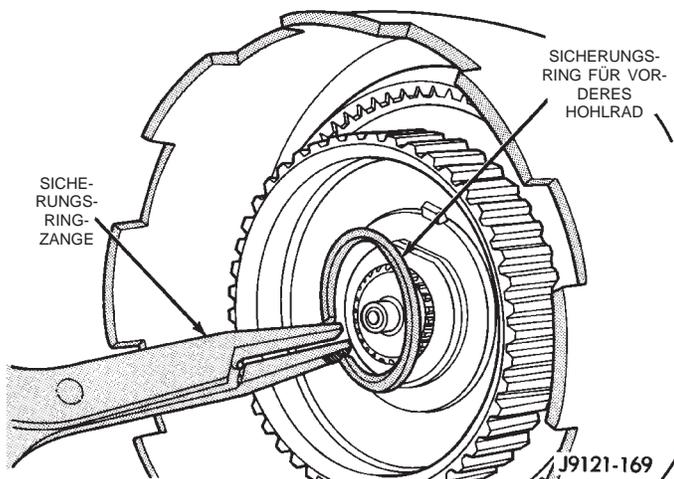

Abb. 162 Sicherungsring für vorderes Hohlrads montieren
(20) Sicherungsring für vorderes Hohlrad montieren (Abb. 162). Hierzu eine Sicherungsringzange verwenden, um zu vermeiden, daß der Sicherungsring bei der Montage bleibend verformt wird. Darauf achten, daß der Ring vollständig in die Nut eingesetzt wird.